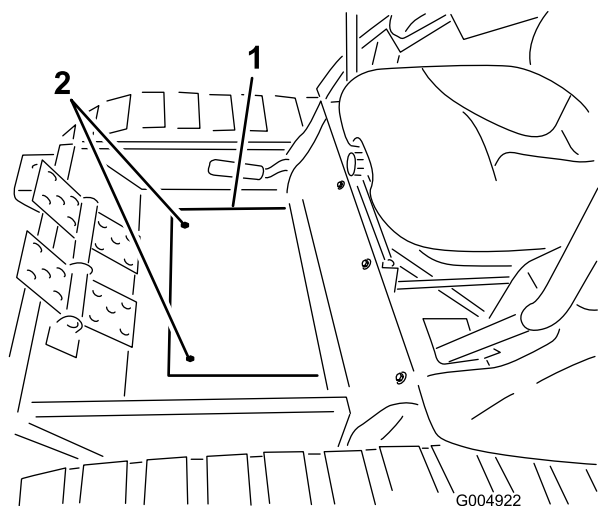
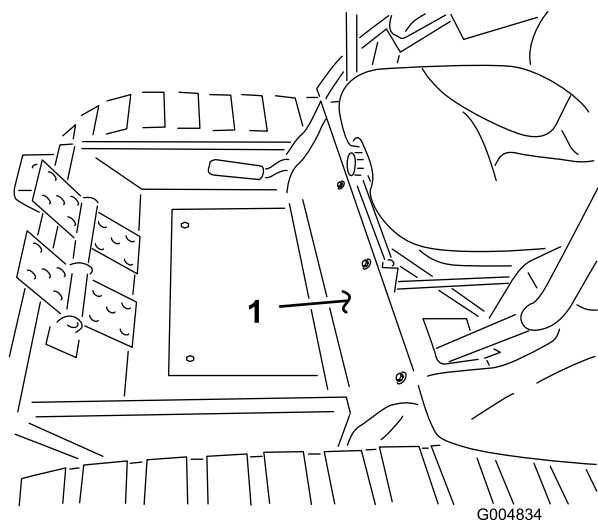

Figura 62
Figura 63
5. Instale la cubierta de la chapa de suelo (Figura 62) y la cubierta delantera (Figura 63).